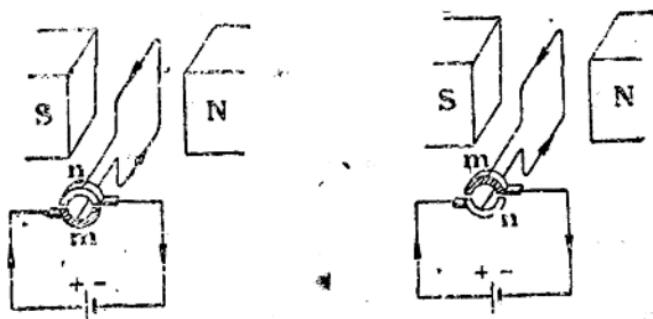

图 100
在这以后，再向学生提出：要制作一个电动机，是否还有需要解决的问题？启发同学得出还应解决怎样改变电流方向的问题。明确这些问题之后，就可以结合图 100 所示的模型提出整流器、电刷等具体结构，说明它们怎样成功地解决了电流换向的问题。然后用与图 100 完全一样的电动机模型进行演示，使学生看到这样的电动机的确是可以不停地转动了。①